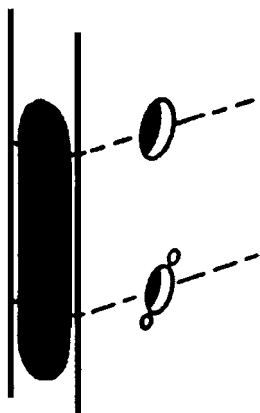

Рис. 6.26. Сверление отверстий
4. Просверлить отверстия для декоративной накладки и замка (рис. 6.26).